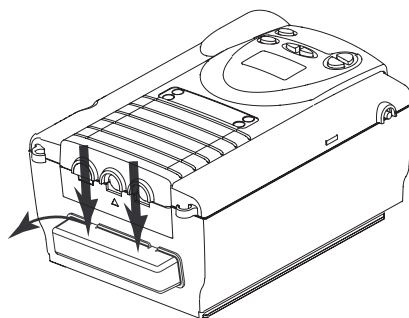

Abb. 9-1 Entfernen der Filter
2. Die Filterabdeckung wie in Abbildung 9-1 gezeigt entfernen, indem leicht auf die beiden Laschen oben auf der Abdeckung gedrückt wird.